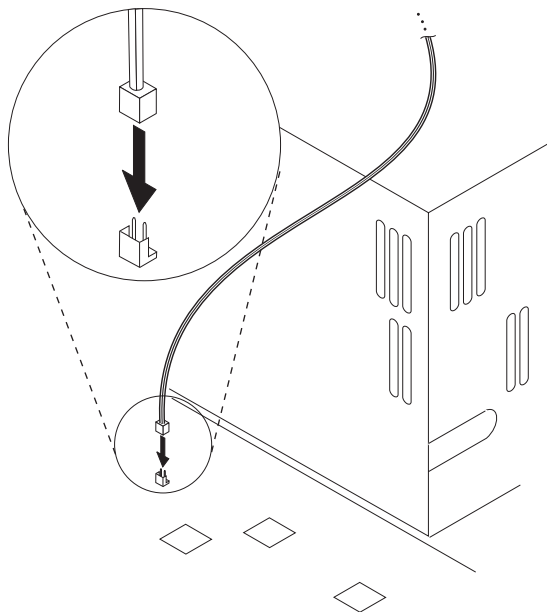

Figure 2-6. Connecteur pour câble de signal de réveil sur réseau local du PC (à 2 broches)
- 3** Déposez le carter du PC et localisez, sur la carte principale, le connecteur à deux broches permettant de brancher le câble de signal de réveil sur réseau local (voir la figure 2-6). Branchez sur ce connecteur la fiche femelle de l'extrémité à deux fiches (mâle/femelle) du câble à trois voies. Assurez-vous que le câble passe sous la glissière, de sorte qu'il ne soit pas déconnecté ou endommagé lors de l'ouverture et de la fermeture du carter du PC.